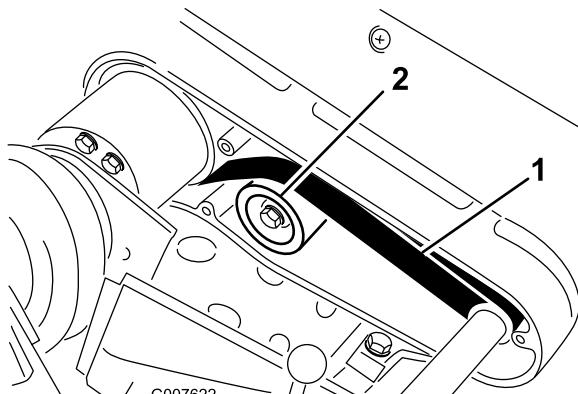

Figura 45
2. Compruebe la tensión presionando la correa en el punto intermedio entre las poleas (Figura 45) con una fuerza de 22 a 26 N.
A. Afloje la tuerca de montaje de la polea tensora y pírote la polea tensora en sentido horario contra la parte trasera de la correa, hasta obtener la tensión deseada (Figura 45).